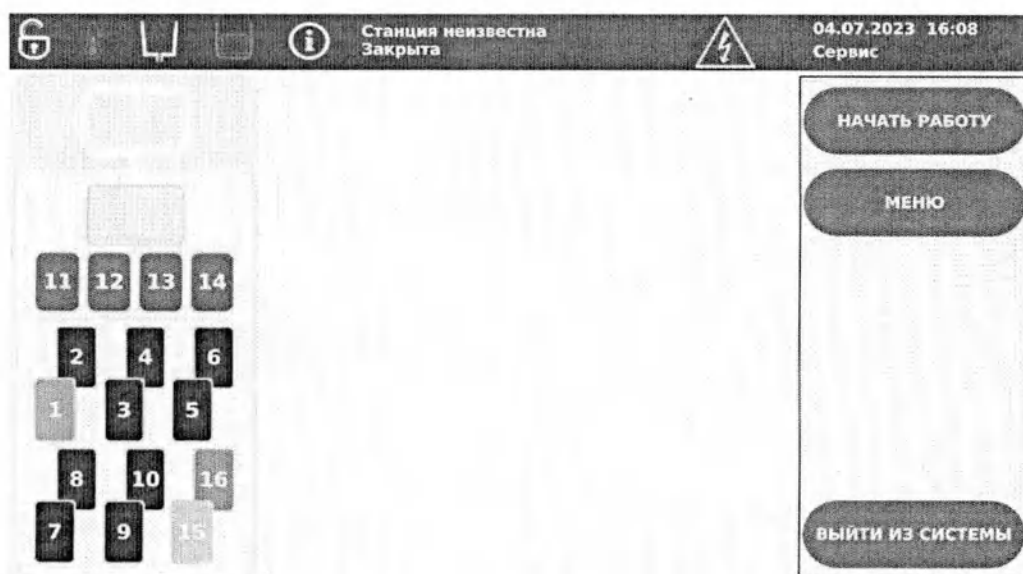

Рисунок 3.27 – Меню действий
3.3.18 Меню действий (Рисунок 3.27) – элемент графического интерфейса Пользователя, содержащая следующие элементы: